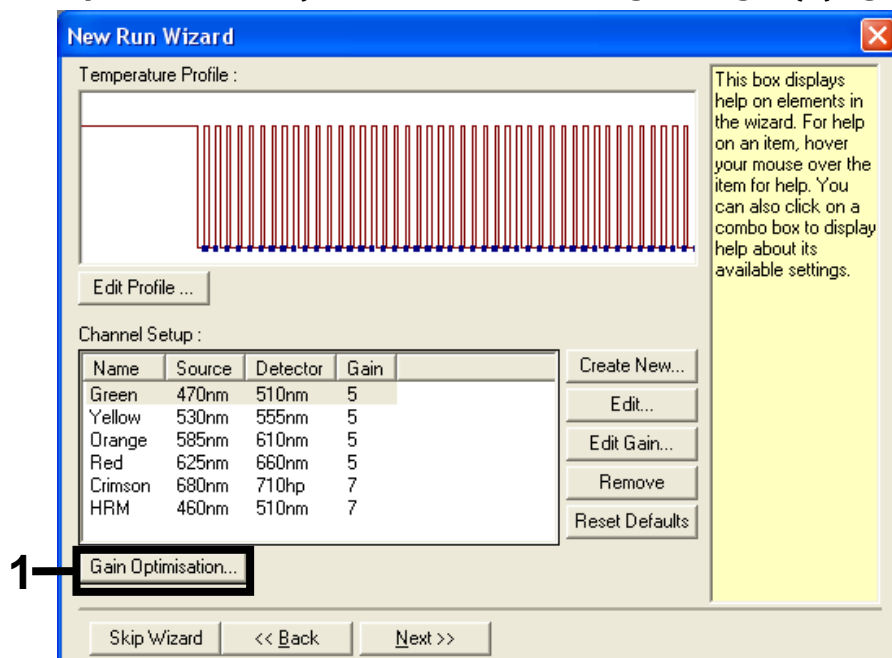

Figura 10. Ottimizzazione del guadagno.
13. Nella finestra di dialogo successiva fare clic sul pulsante "Gain Optimisation" (Ottimizzazione del guadagno) (Figura 10).